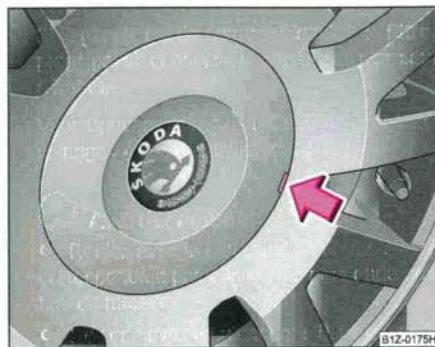

Fig. 203 Déposer l'enjoliveur d'une roue en alliage léger
- Débloquez prudemment l'enjoliveur de roue au moyen d'un crochet d'extraction ⇒ fig. 203. ■